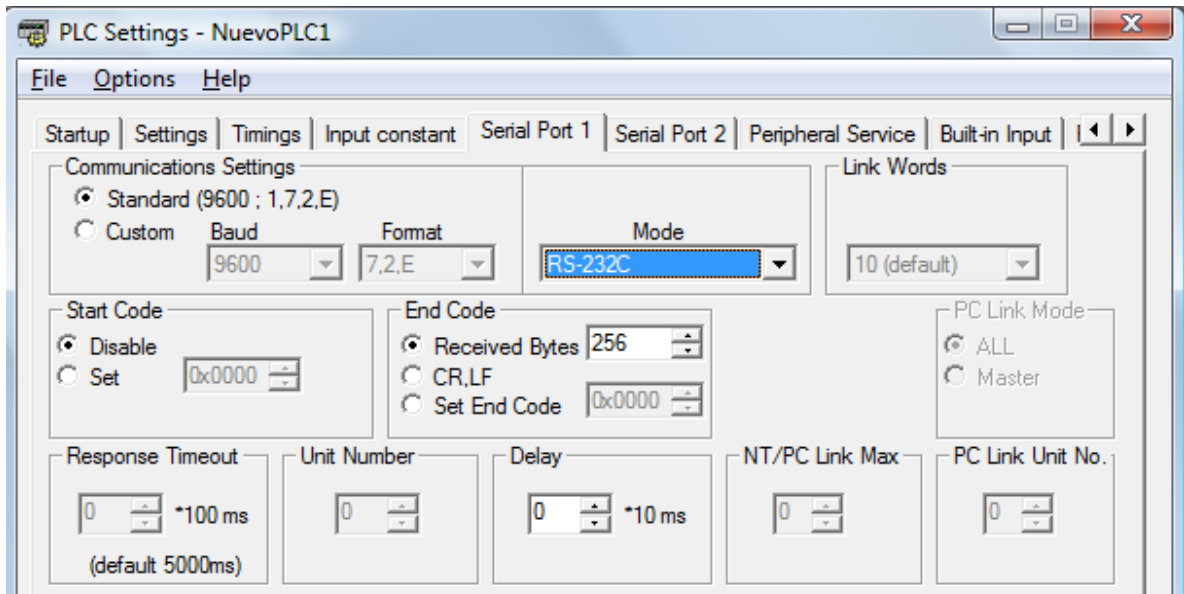

Figura 10. Ventana de Parámetros del PLC.
9. De doble clic en "Configuración" en el área de proyectos para habilitar la comunicación RS-232 del módulo CP1W-CIF01 del PLC Transmisor tal como se muestra en la Figura 10.